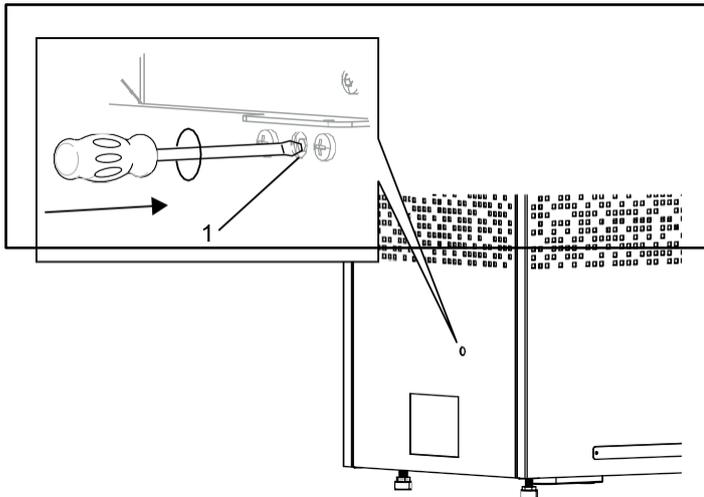

Figura 6: Ripristino dell'interruzione della temperatura
- **Riscaldatore** - L'interruzione della temperatura nel riscaldatore serve a proteggere i componenti, gli elementi riscaldanti e il legno della sauna dal surriscaldamento. Sul lato sinistro, visto frontalmente, c'è un foro; utilizzare un oggetto sottile per ripristinare il cut-out, vedere figura 6. Se il Se l'interruzione è stata attivata, il pulsante è rigido e fa "clic" quando viene ripristinato. Se la disattivazione non è stata attivata e dopo il ripristino, il pulsante risulterà elastico.